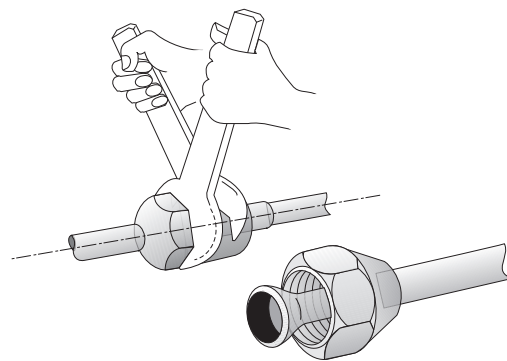

Рис. 9
- Затягивайте гайку, пока не почувствуете сопротивление. Пометьте гайку и фитинг. С помощью подходящего ключа сделайте еще четверть оборота. Момент затяжки для резьбы 5/8 дюйма (15,9 мм) должен быть равен 6,5 кГм (47 фунт-фут); см. рис. 9.